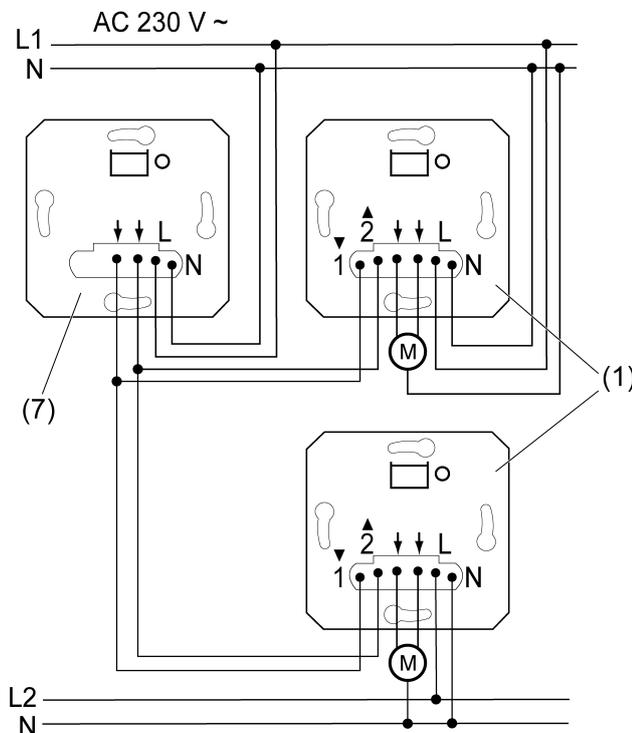

Figure 4: Exemple de raccordement de commande de groupe
Le mécanisme de store peut être intégré dans une commande de groupe (Figure 4), soit pour la commande sur site (1) soit en tant qu'appareillage centralisé (7).
- Raccorder les mécanismes de store conformément à l'exemple de raccordement (Figure 4). Lors de cette opération, les mécanismes de store peuvent également être raccordés à différents conducteurs extérieurs.